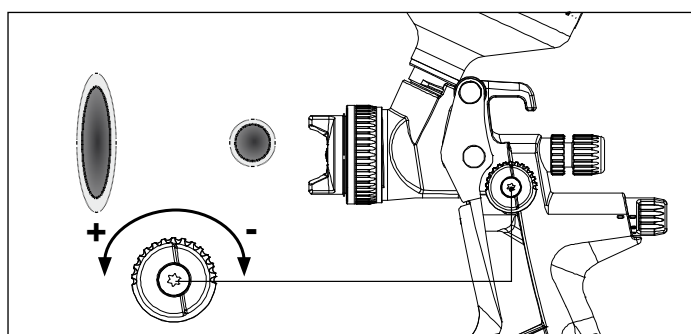

рис. 6
6.3. Настройка формы факела материала (рис. 6)